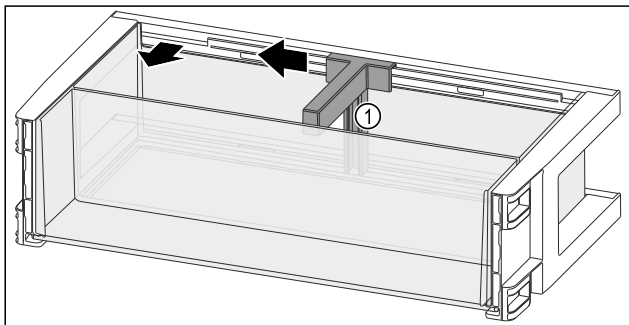

Fig. 131
- ▶ A mélyedésig tolja oldalra a palacktartót Fig. 131 (1).
- ▶ Vegye ki a palacktartót Fig. 131 (1).